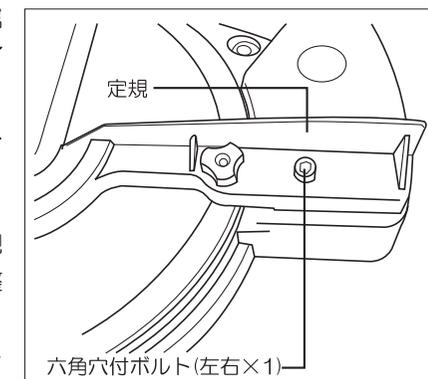

図17
- ①定規を固定している六角穴付ボルト2本を付属の六角レンチ(5mm)でゆるめてください。(図17参照)